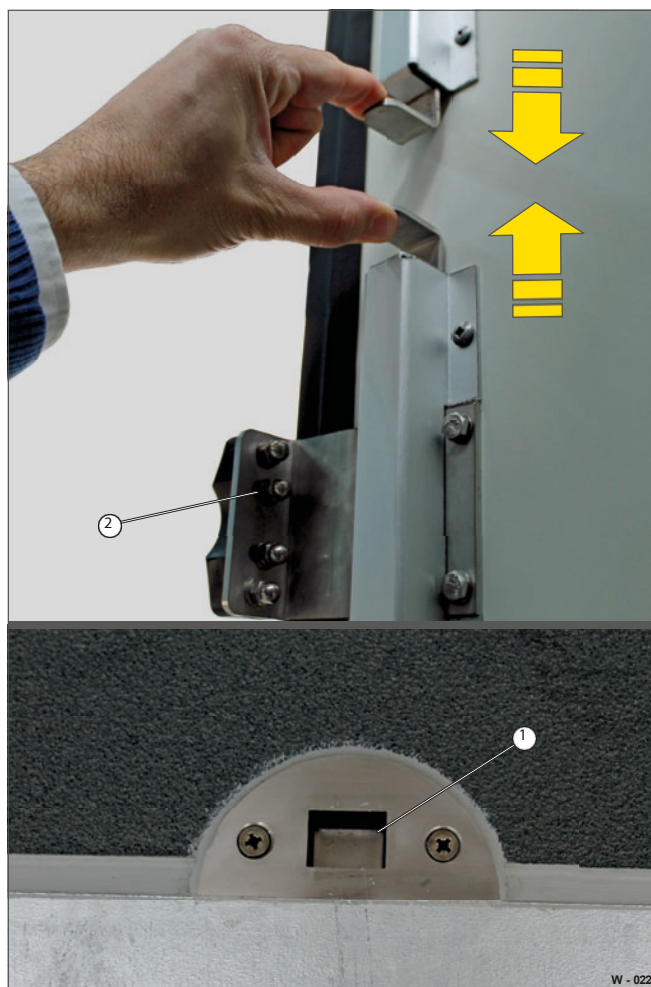

Fig. 8 Verificação dos pontos de fixação
- ▶ Se necessário, limpar a bolsa do trinco (Fig. 8/1) - deve estar isenta de gordura.
- ▶ Verificar o aperto das uniões roscadas do engate de avanço (Fig. 8/2).